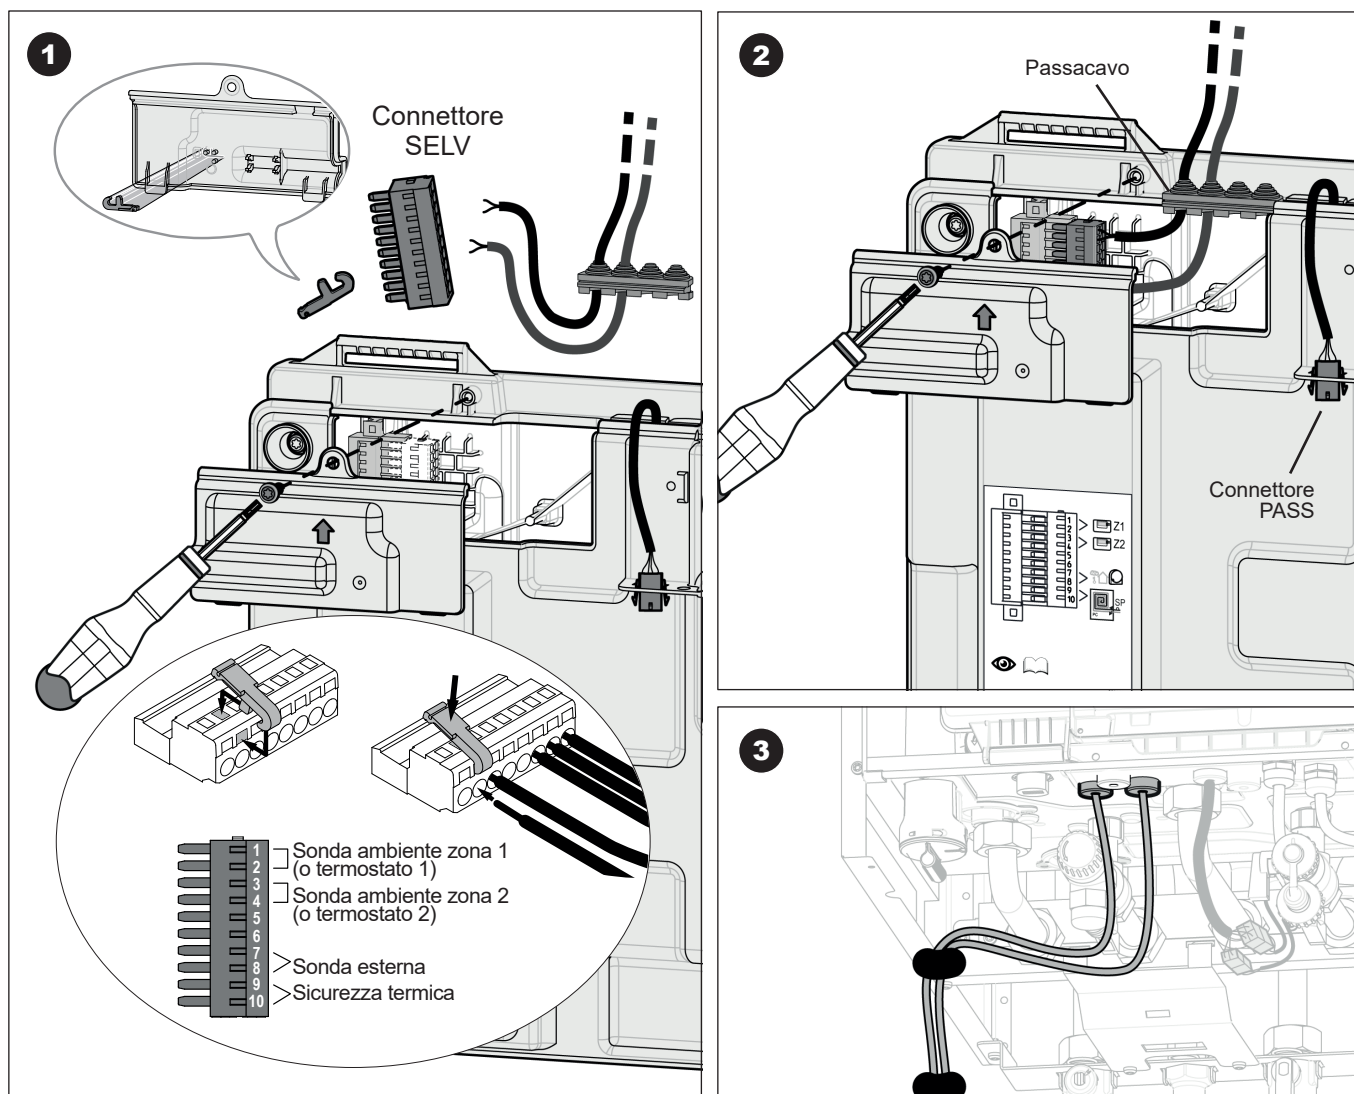

fig. 27 - Accesso morsettiera SELV
- Effettuare i collegamenti come indicato nello schema (fig. 21 e fig. 27, pagina 30).